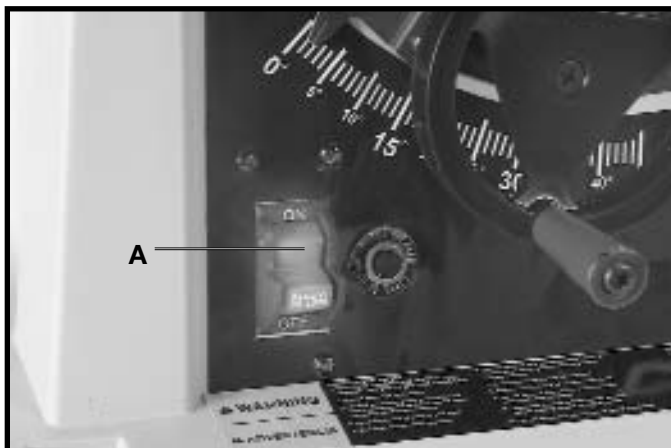

Fig. 27
L'interrupteur marche/arrêt (A) fig. 27 se trouve à l'avant de l'armoire de la scie. Pour mettre la scie en marche, déplacer l'interrupteur (A) vers le haut à la position « MARCHE » (ON). Pour mettre la scie en arrêt, déplacer l'interrupteur (A) vers le bas à la position « ARRÊT » (OFF).